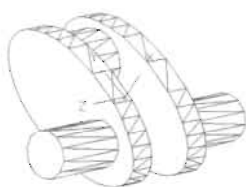

图 12-70
(1) 新建一个文件，然后执行“视图>三维视图>西南等轴测”菜单命令，切换到西南等轴测视图。
(2) 执行“绘图>建模>圆柱体”菜单命令，绘制一个椭圆圆柱体，如图 12-70 所示，命令执行过程如下。